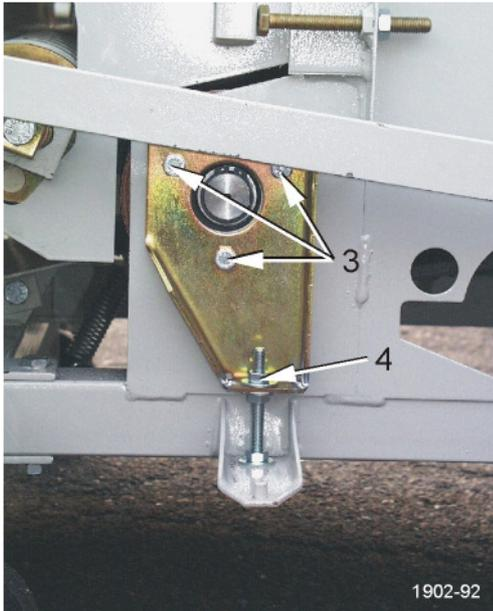

Bild 26
- Sechskantschrauben [3], lösen, Sechskantmuttern [4], verdrehen und Sechskantschrauben [3] wieder festziehen (Bild 26).